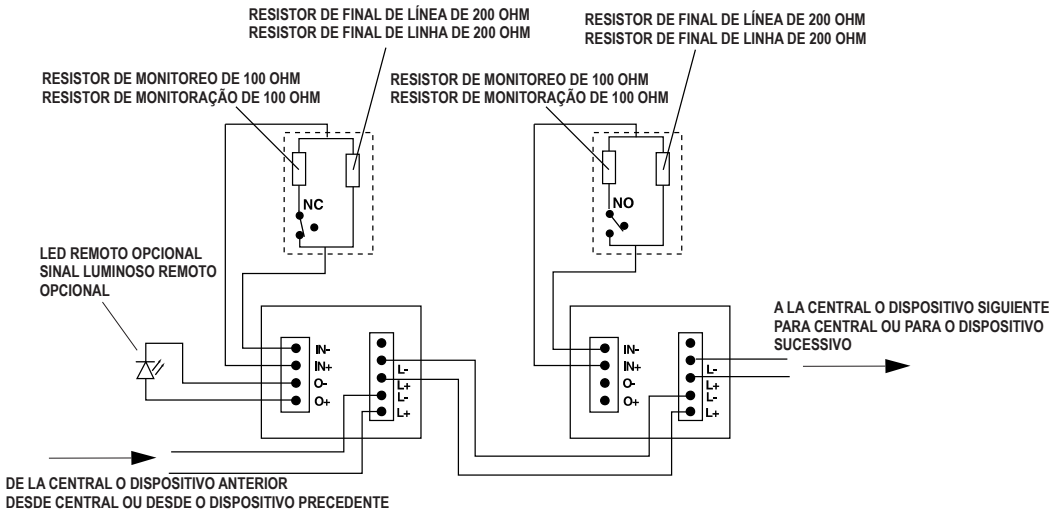

FIG. 2 Esquema de conexión del FC410MIM
- 4) Conectar el contacto monitoreado como se muestra en la Fig. 2.
ES\* Consultar Fig.2:
- 4) Ligue o contacto monitorado como indicado na Fig. 2.
☞ Ver Fig. 2: